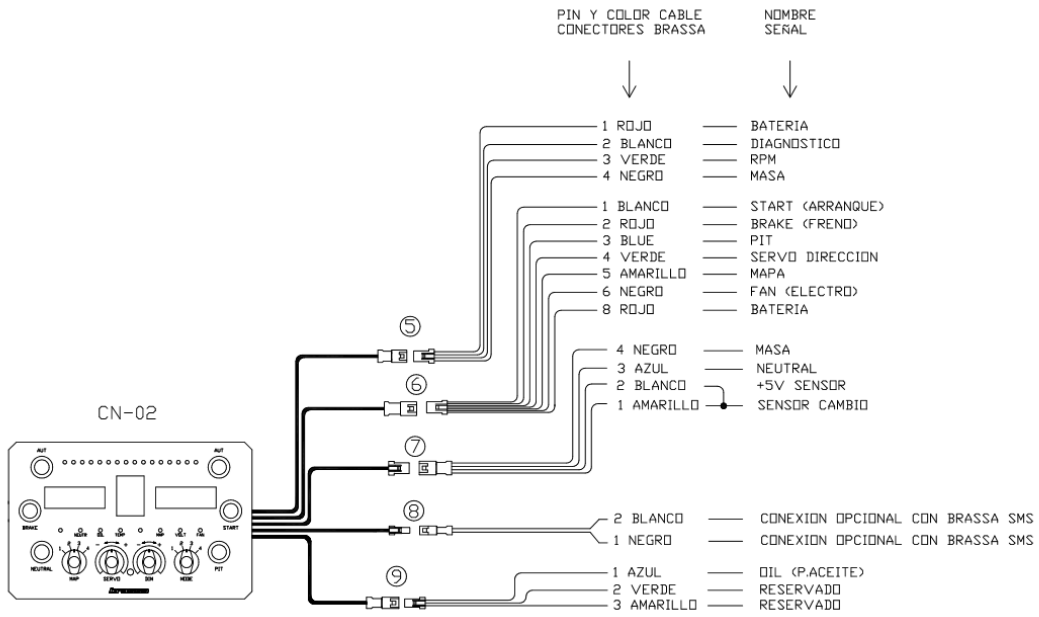

Figura 3: CN-02 + Cableado
- Consola CN-02: Para montar en el panel de instrumentos. Está conexas mediante cableado multiconector para conexión con el cableado del coche (ver figura 3)
CN-02, está concebido para ser instalado en el panel de instrumentos. Sus señales de entrada / salida salen cableadas formando pequeños mazos conectorizados, que se enchufan en sus correspondientes homólogos de la instalación del coche (que se suministran junto con la consola, ver figura 3).